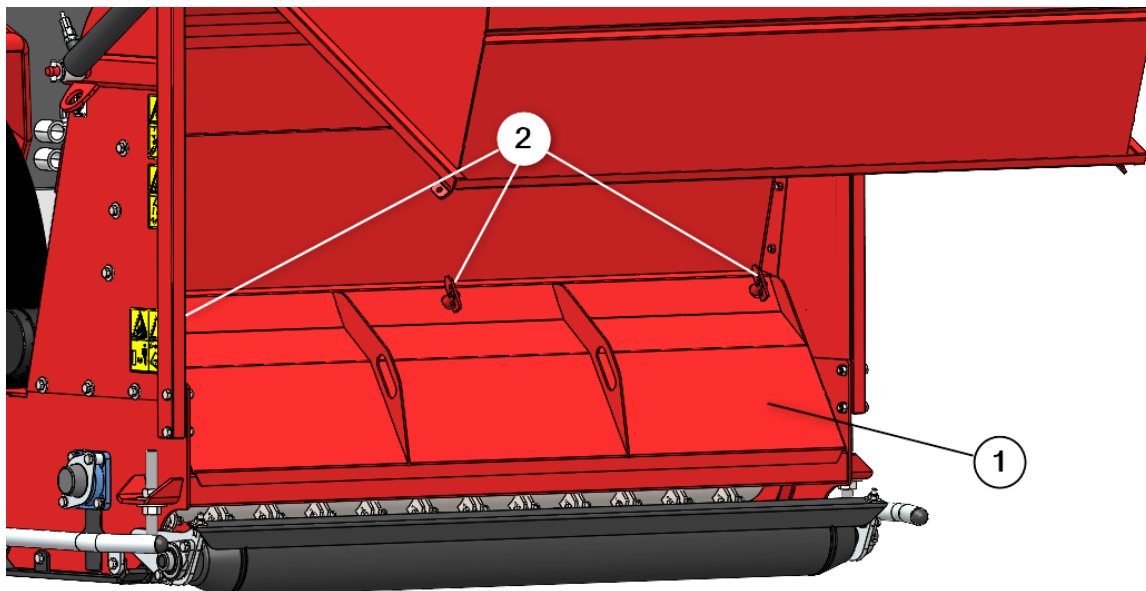

Fig. 10
5. Accedere alla tramoggia e rimuovere il coperchio di manutenzione (1) sbloccando i fermi (2), (Fig. 10).
11. Al termine, chiudere il coperchio di manutenzione (1) e bloccare i fermi (2), (Fig. 10).